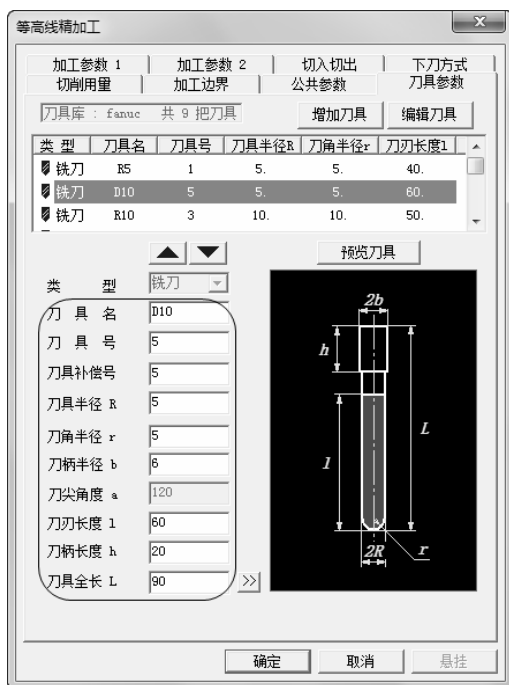

图 3-65 “刀具参数”选项卡
8) 单击“刀具参数”选项卡,选择刀具名称为“D10,r5”,D代表刀具直径,r代表刀角半径的球刀。具体“刀具参数”参数数值如图3-65所示。